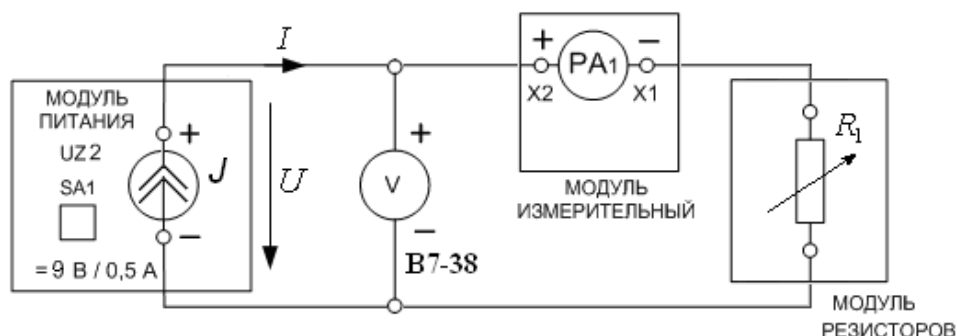

Рис. 5П
- Собрать электрическую цепь по схеме, приведенной на рис. 5П протокола измерений (заменить источник **UZ1** на источник **UZ2**).
Схема исследуемой электрической цепи представлена на рис. 5П.